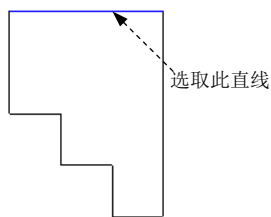

图 4.1.34 定义标注对象
Step3. 定义标注对象。在绘图区选取图 4.1.34 所示的直线为标注对象。
说明：在定义标注对象时，选取图 4.1.34 所示的直线的两个端点也可以标出图 4.1.36 所示的效果。